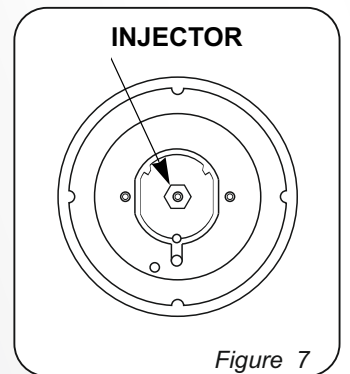

Figure 7
- вставте шестигранний ключ (7 мм) в підставку пальника (Рис. 7),